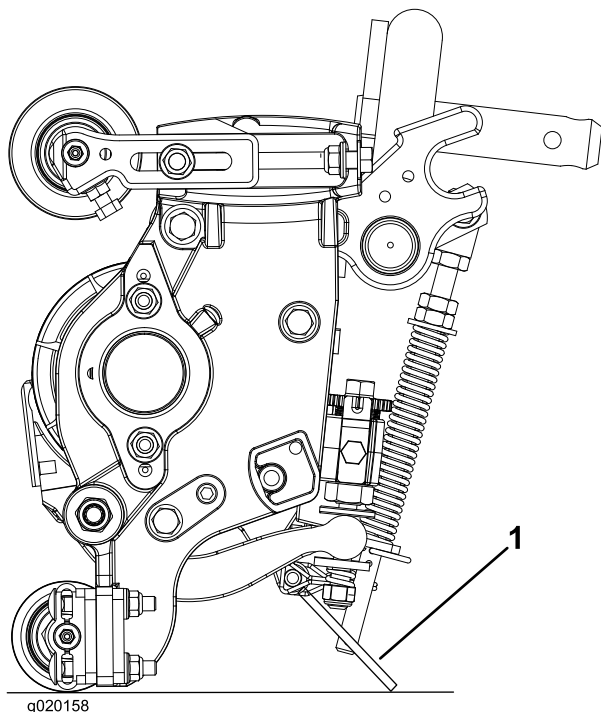

**Figura 8**
1. Coloque la unidad de corte en una superficie de trabajo plana y nivelada. Gire los tornillos de ajuste de la barra de asiento en el sentido contrario a las agujas del reloj para asegurarse de que la barra no esté en contacto con el molinete (Figura 8).